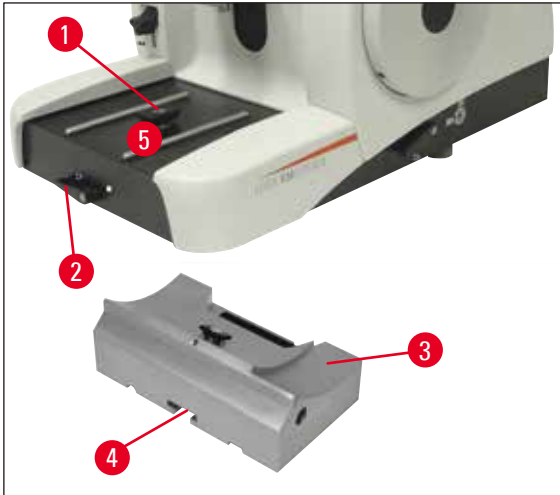

Abb. 12
- Klemmhebel vorn an der Mikrotomgrundplatte lösen und Messerhalterbasis mit Messerhalter bis kurz vor die Probe schieben. Siehe hierzu (→ S. 26 – Abb. 12) bzw. (→ S. 42 – Abb. 30).